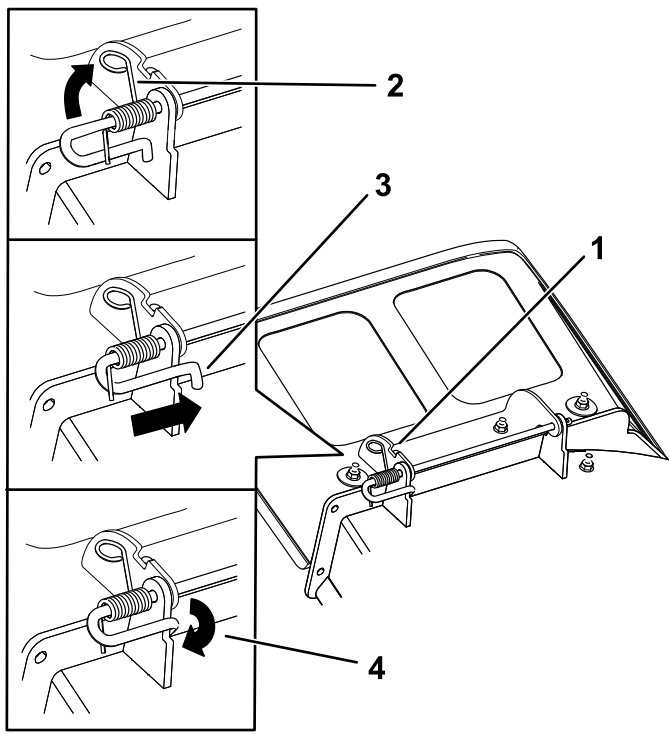

Figura 79
4. Poziionai noul deflector de evacuare cu capetele suporturilor între suporturile sudate de pe punte, aa cum este ilustrat în Figura 79.
6. Poziionai arcul pe tijă aa cum este ilustrat în Figura 79, astfel încât capătul mai scurt al arcului să vină de sub tijă, înainte de cot i să treacă peste tijă la revenirea după cot.
7. Ridicai capătul buclă al arcului i amplasai-l în canelura de pe suportul pentru deflector (Figura 79).
8. Fixai ansamblul tijă i arc prin rotire, astfel încât capătul scurt al tijei să fie în spatele suportului sudat față al punii (Figura 79).